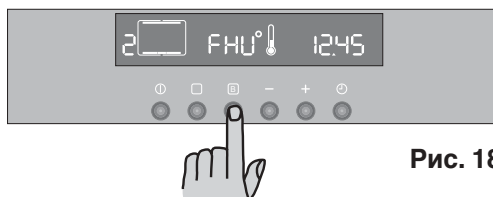

Рис. 18
4. Нажмите кнопку . Дисплей температуры покажет “FNU” (Рис. 18).